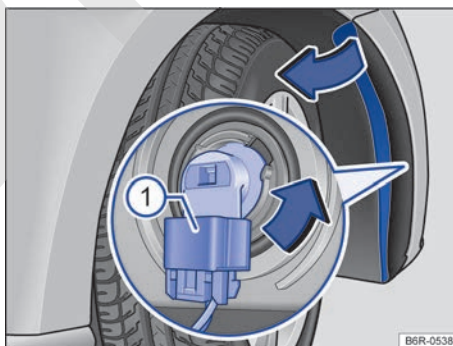

Fig. 118 Sustituir la bombilla del farol.
6. Desencajar el conector de alimentación de la lámpara → fig. 118 (1), presionar al mismo tiempo, la traba de fijación del conector.
7. Girar el portalámparas → fig. 118, en el sentido antihorario de la flecha hasta el batiente y desencajarlo del alojamiento.
12. Encajar el conector de alimentación → fig. 118 (1) en el portalámparas. El conector debe encajar de forma audible.